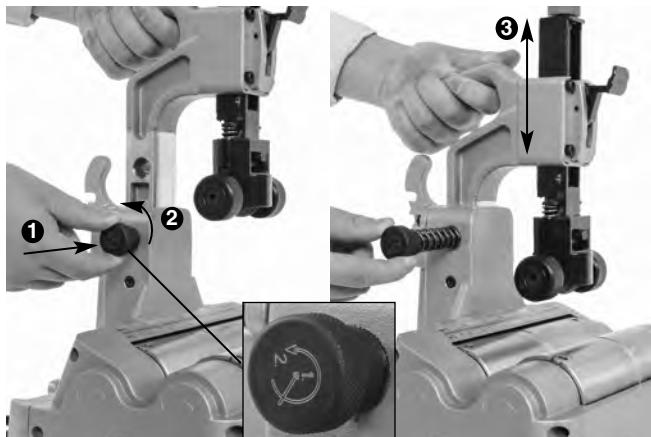

Figura 6 – Ajuste de tamaño rápido
1. Sin tubo colocado en la máquina, agarre la empuñadura y afloje el pasador, deprimiendo levemente la perilla ① y girando levemente hacia la izquierda ②. La perilla es a resorte y se retraerá, controlando el movimiento de la perilla. Vea la Figura 6.
2. Con la empuñadura, desplace el cabezal hasta la posición deseada ③.